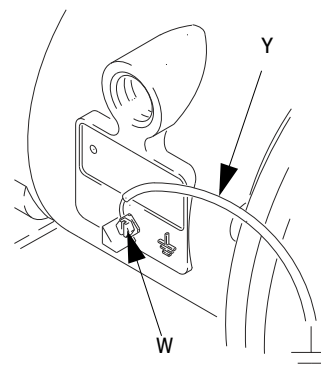

FIG. 1
- *Pumpe:* Erdungskabel und Klemme wie in Abb. 1 gezeigt anschließen. Dazu die Erdungsschraube (W) lösen. Drehen Sie ein Ende eines Erdungsdrahtes (Y) mit mindestens 12 ga. (1,5 mm2) um den hinteren Teil der Erdungsschraube und ziehen Sie die Schraube fest an. Die Masseklemme mit einem echten Massepunkt verbinden. Bestellen Sie die Teilenummer 238909 (Erdungskabel und Klemme).